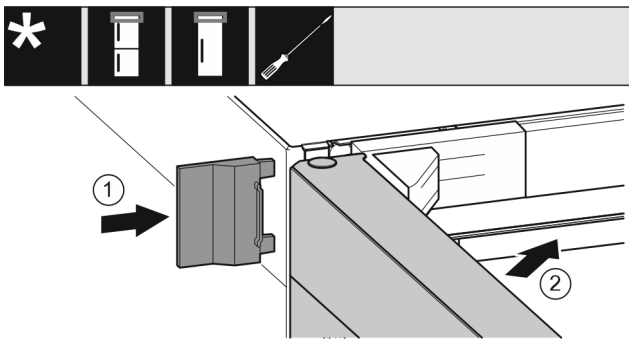

Fig. 22
- ▶ Navlecite zunanji pokrov Fig. 22 (1).
- ▶ Zaprite zgornja vrata Fig. 22 (2).